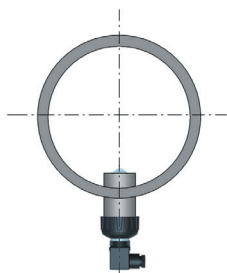
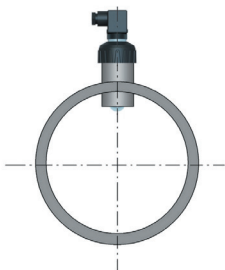

Fig. 1
Fig. 2
- Les six configurations d'installation les plus courantes illustrées dans la fig. 1 vous aident à sélectionner le meilleur emplacement dans la conduite pour le capteur à roue à palettes ainsi que pour le débitmètre électromagnétique.
- Les trois configurations de la fig. 2 assurent que le tuyau est toujours plein : pour une mesure correcte, il convient de faire en sorte que le capteur NE SOIT PAS exposé à des bulles d'air en permanence.
Dans une canalisation horizontale, la position de montage pour obtenir les meilleures performances doit former un angle de 45° (Fig. 3) afin d'éviter les bulles d'air et les sédiments. La position verticale (Fig. 2) est possible s'il n'y a pas de bulles d'air. Ne montez pas le capteur sur le fond du tuyau (Fig. 1) s'il y a le moindre risque de sédimentation. Ne montez pas la roue à palettes à un angle de 90° pour éviter que les frottements affectent la mesure.